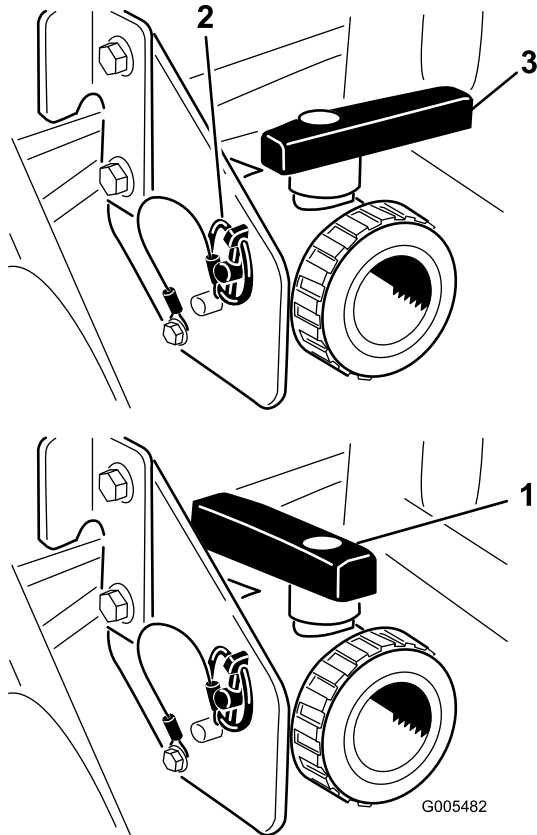

Bild 28
Öffnen Sie das Ventil, sodass nicht verwendete Materialien vom Tank ablaufen können und entsorgen Sie diese gemäß der lokalen Vorschriften und der Vorschriften des Herstellers (Bild 28). Nehmen Sie nach dem Ablassen den Klappstecker von der Halterung ab, mit der das Ablassventil an
3. Wenn der Tank ganz geleert ist, setzen Sie das Ventil mit dem vorher abgenommenen Klappstecker im Rahmen ein und schließen Sie das Ablassventil (Bild 28).